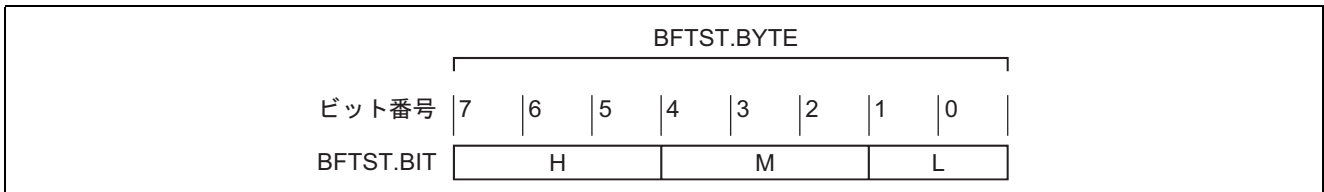

図 2 BFTST 構造体
- (1) BFLD 命令動作確認のため、1 バイトの RAM エリア(BFTST)を構造体で 3 つに分割します。BFTST 構造体を図 2 に示します。